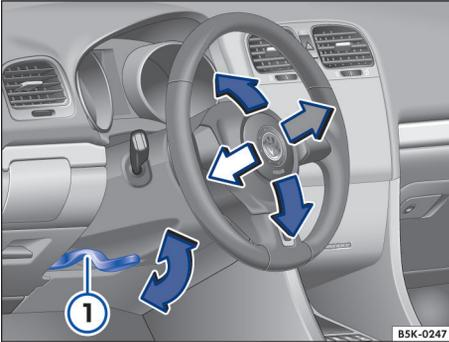

Fig. 45 Ajuste mecánico del volante.
- Tire hacia abajo de la palanca ⇒ fig. 45 ①.